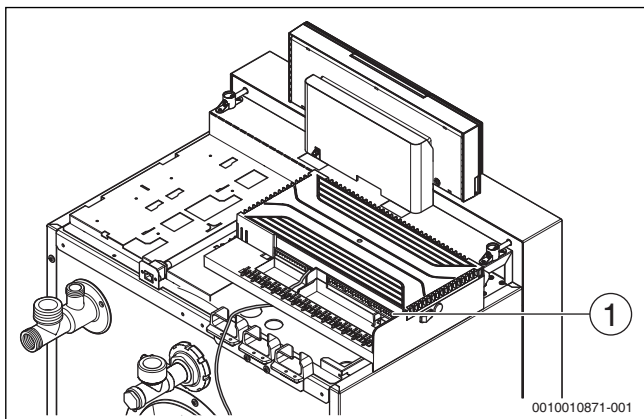

Bild 23 Netzanschluss herstellen
- ▶ Netzanschluss über die Klemme an IN - Netzeingang herstellen (→ Bild 23, [1]).